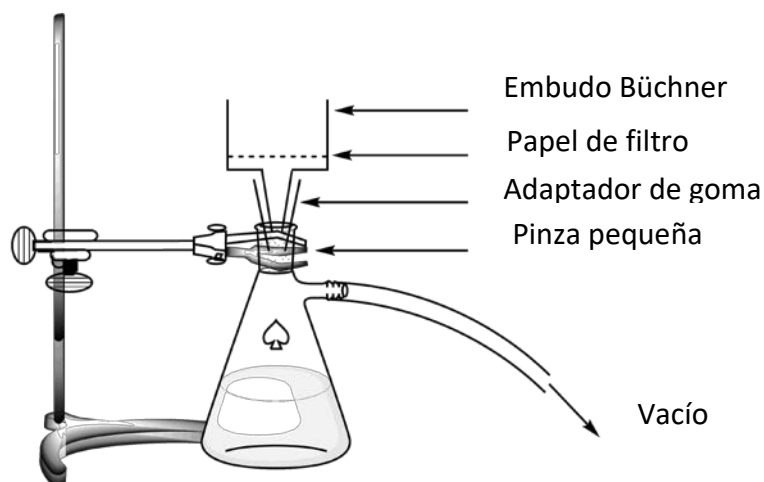

Figura 2. Esquema para la filtración a vacío.
7. **Monte** un aparato de filtración a vacío (véase la Figura 2) usando el embudo Büchner, un filtro de papel redondo y el matraz de succión (matraz Kitasato) que debe asegurarse en el soporte del laboratorio con la pinza pequeña. **Levante y muestre** su tarjeta de HELP. Un ayudante vendrá y le mostrará cómo conectar el matraz de succión a la fuente de vacío.